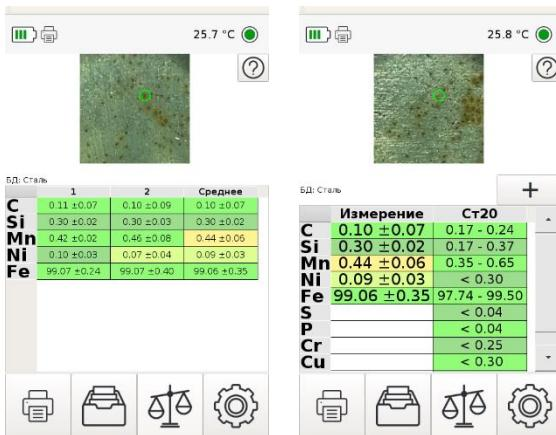

Рисунок 17 Измерение с функцией усреднения нескольких серий.
- Переключатель усреднения нескольких серий измерений. При нажатой кнопке «Одна серия» выводится один результат по текущему измерению с отображением СКО. Если нажата кнопка «Несколько серий», то на экране будет отображаться последовательность измерений серий и их среднее значение (см. Рисунок 17). Каждое отдельное измерение и усредненный результат сохраняются в архиве. При коротком нажатии на кнопку запуска измерений прибор отобразит на экране среднее по измеренным значениям, СКО и марку (здесь же появится возможность выбора марки из других марочников, см пп 4.2.5 - 4.2.6). Подобное усреднение результатов можно повторить с отдельно снятыми сериями измерений (при нажатой кнопке «Одна серия») с помощью функций архива (см. п. 4.3.7).